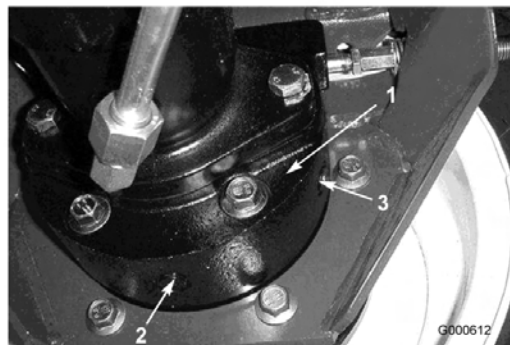

図 44
3. ホイールの反対側のブレーキ・ハウジング(図44)の下にも容器を置く。